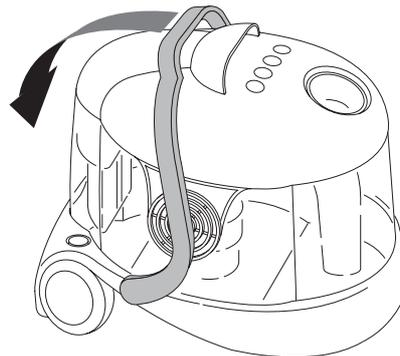

fig. 1
- Abaixar completamente a asa de fixação da cabeça do motor **T** (fig. 1).